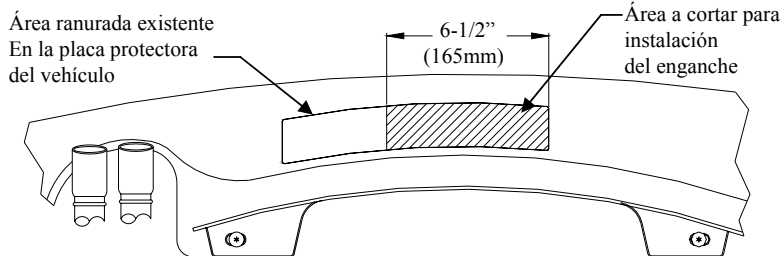

Figura 2
- Localice el área ranurada existente en la parte inferior de la placa protectora para cortar según la Figura 2. Corte la placa protectora como se muestra para tener acceso a los orificios de montaje en el travesaño del vehículo.